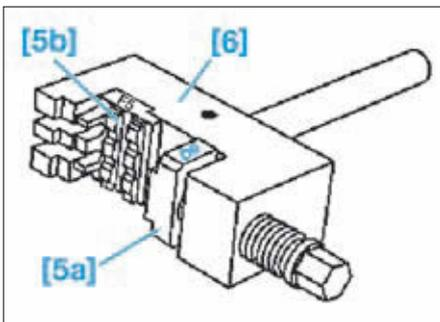

FIG. 8
- Equiper l'outil de rivetage [6] des outils [5a] (marque D9) et [5b] (marque F5) (Fig.8).